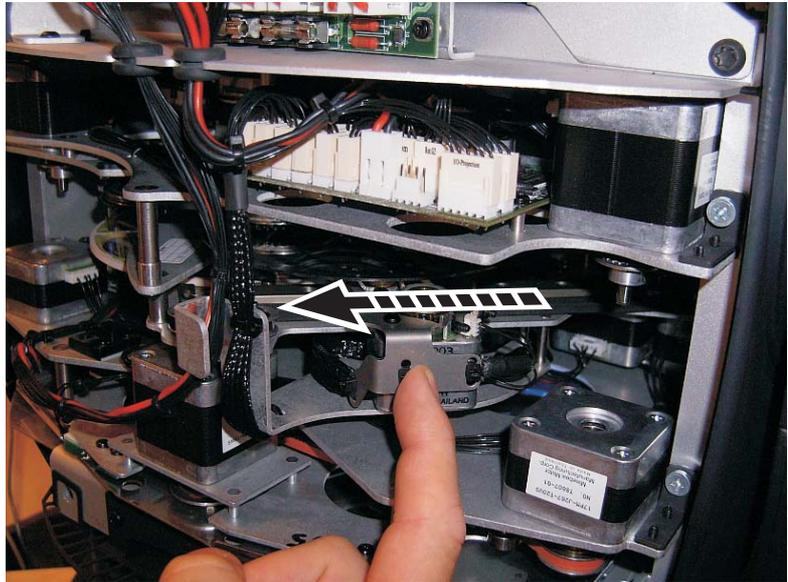

Figura 23: Acceso a la rueda de animación
3. Observar la Figura 23. Subir la rueda de animación hacia la parte superior de la cabeza tirando con un dedo del carro deslizante.
2. Mover la rueda de animación de gobos lo más lejos posible hacia la parte superior de la cabeza tirando de su carro tal y como muestra la Figura 23 de la página 35. La rueda de animación es de cristal. No aplicar presión sobre ella, ya que podría sufrir daños no cubiertos por la garantía del producto.